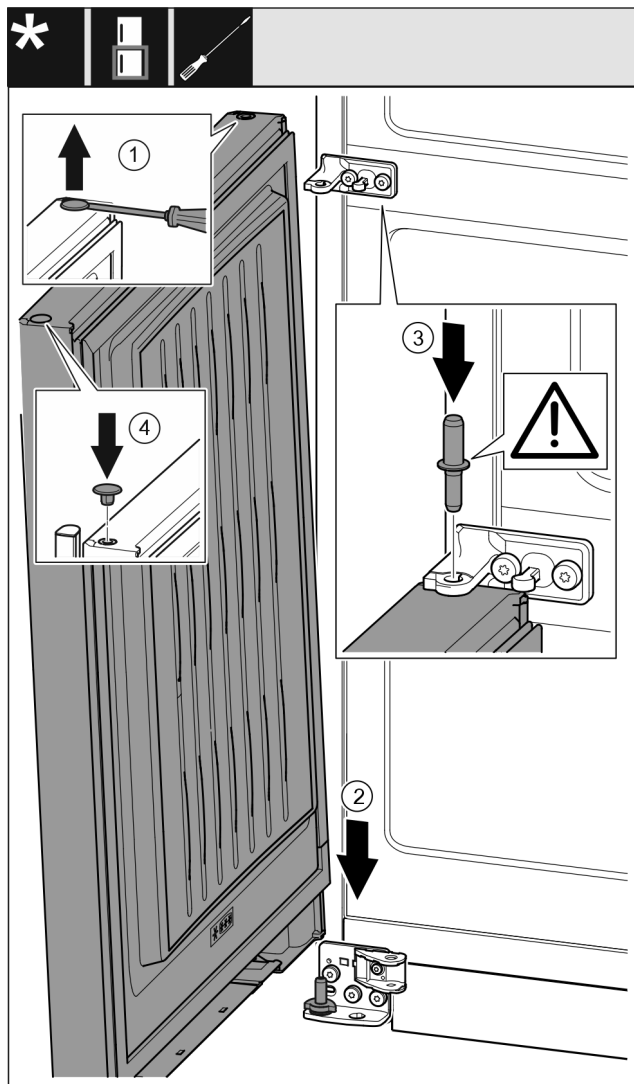

Fig. 48
- ▶ Осторожно приподнимите шлицевой отверткой заглушку Fig. 48 (1) и извлеките ее.
- ▶ Установите дверь Fig. 48 (2) сверху на нижний опорный палец.
- ▶ Вставьте средний опорный палец Fig. 48 (3) через средний опорный кронштейн в нижнюю дверь. При этом проследите за тем, чтобы выступ фиксатора был направлен назад.
- ▶ Снова установите заглушку Fig. 48 (4) с другой стороны двери.